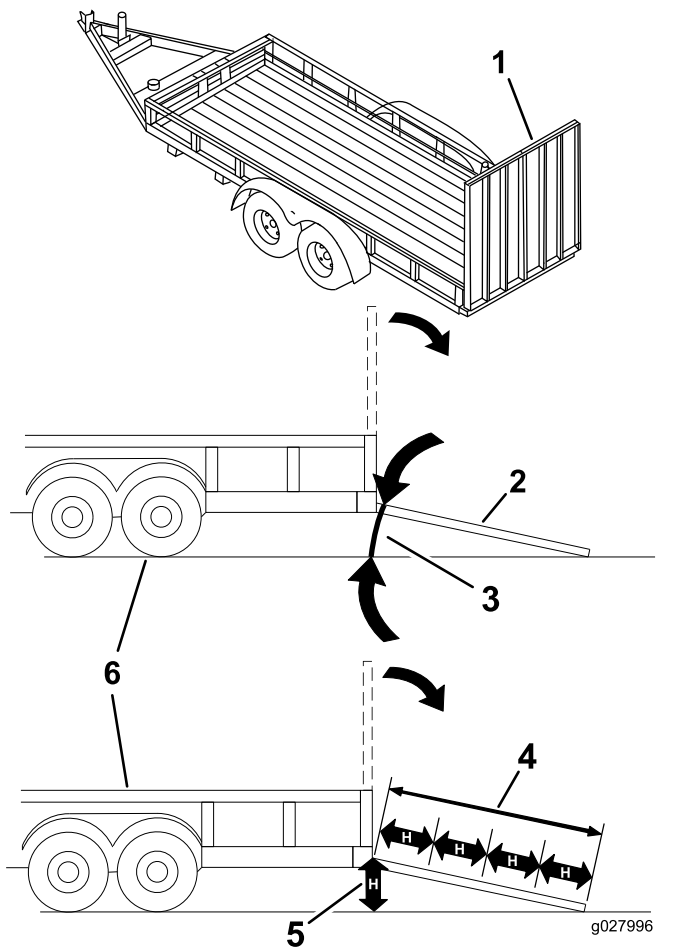

Figura 40
Colocar uma máquina num reboque ou camião aumenta a possibilidade de capotamento e pode provocar graves ferimentos ou morte (Figura 40).
1. Baixe a rampa, certificando-se de que o ângulo entre a rampa e o solo não é superior a 15 graus (Figura 40).